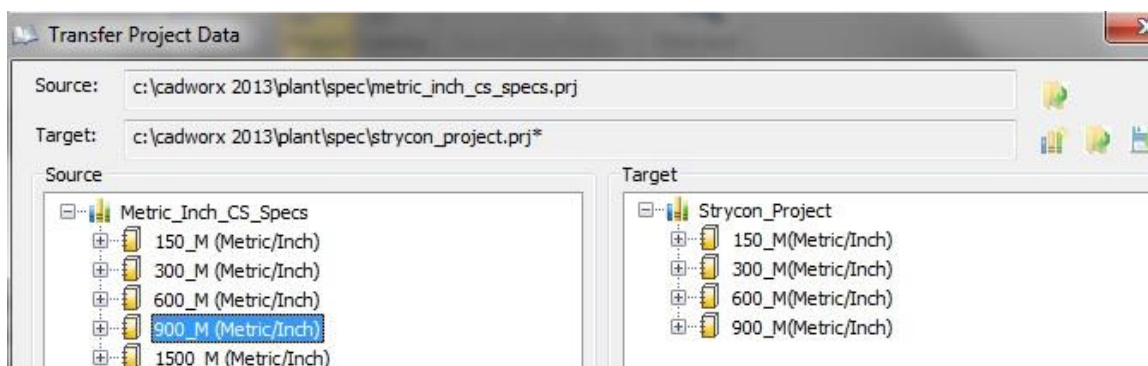

Figura 18. Lista de especificaciones del proyecto
- Usando aplicación "Transfer Project Data", ver figura 18, se tiene la pestaña "Source" es el proyecto fuente, "Target" es el proyecto destino o el que estamos generando (nuevo).